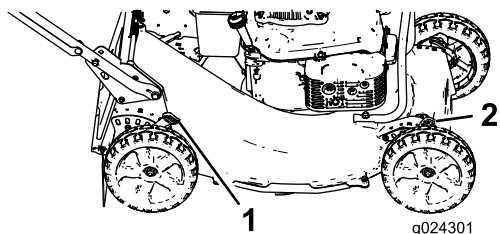

Figura 11
1. Tire de la palanca de altura de corte hacia la rueda (**Figura 11**) y muévala a la posición deseada.